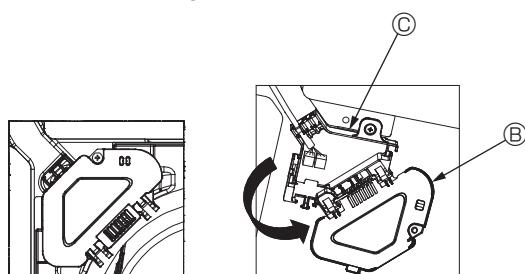

Fig. 7-7
- ③ Konektör kutusu kapağını tespit eden vidayı çıkarın ve daha sonra kapağı açın. (Fig. 7-7)
- ④ Bağlantı kablosu konektörünü konektör kutusuna yerleştirin.
- ⑤ Kablo kapağı ve konektör kutusu kapağını monte edin.